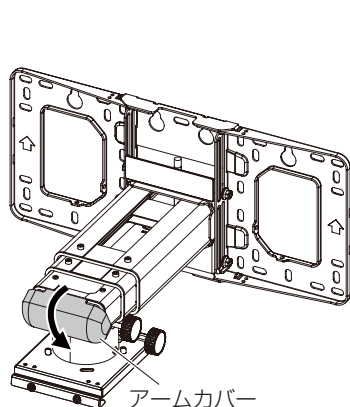

図 1
- 1) 壁掛取付金具本体からアームカバーを取り外す (図 1)